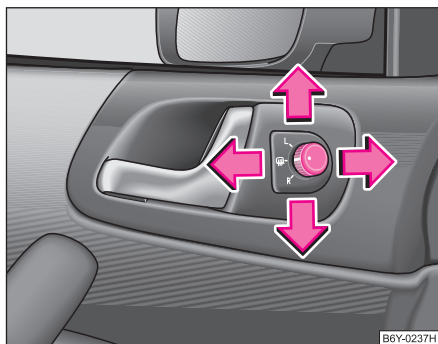

Abb. 45 Türinnenteil:
- Stellen Sie den Drehknopf in die Position **☀** ⇒ Abb. 45.